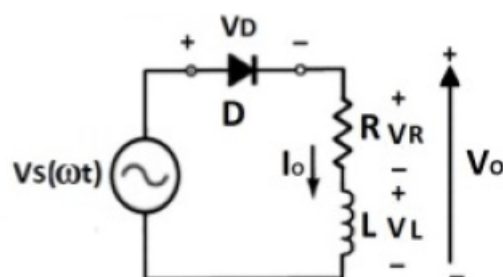

Figura 3: Diagrama do Circuito Retificador de Meia Onda
1. Montar o circuito da Figura 3.